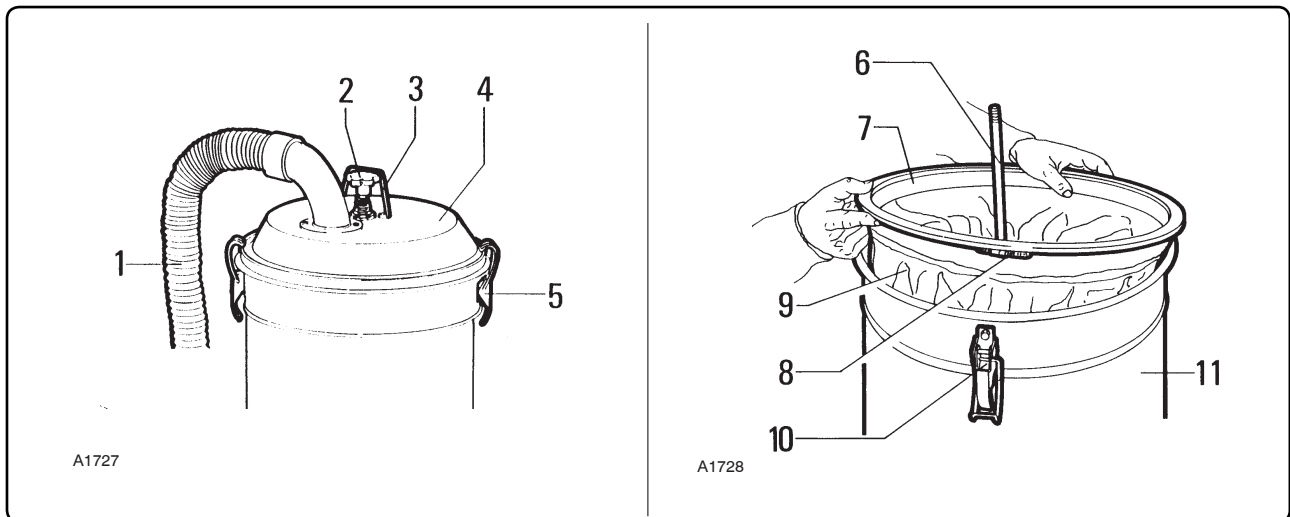

Fig. 7.5.1
- Inserire il filtro all'interno della camera filtrante "11" fig. 7.5.1, quindi montarvi il coperchio "4" e bloccarlo mediante i due ganci di chiusura "5".
- Fit the filter into filtering chamber "11" fig. 7.5.1 then mount cover "4" and lock it in place with the two closing hooks "5".
- Introduire le filtre à l'intérieur de la chambre filtrante "11" fig. 7.5.1, puis monter le couvercle "4" et le bloquer avec les deux crochets de fermeture "5".
- Meter el filtro en el interior de la cámara filtrante "11" fig. 7.5.1 y volver a poner la tapa "4" y bloquearla con los dos ganchos de cierre "5".